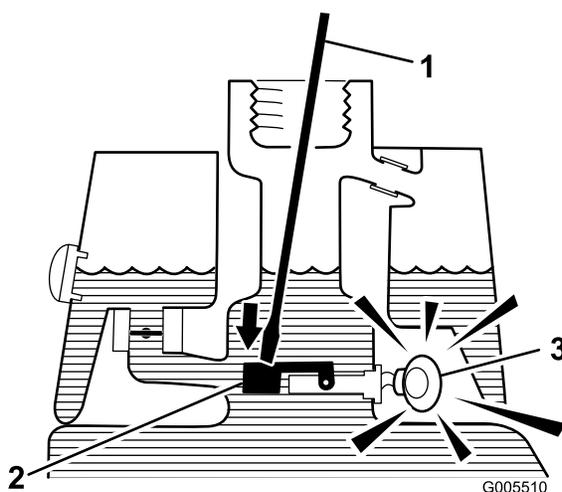

図 53
3. 汚れのついていない鉄の棒やねじ回しなどをタンクの首から差し込んで、スイッチのフロート 図 53 を押し下げる一秒後にアラームがなれば正常。